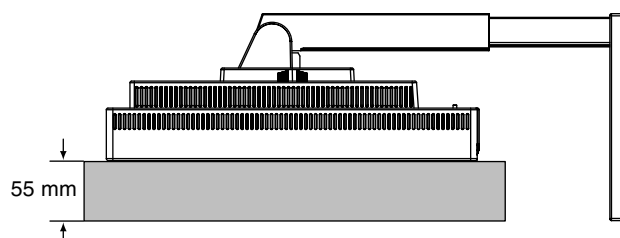

Figura S.1
3. Sistemare il monitor a faccia in giù su una superficie non abrasiva. Collocare lo schermo su una piattaforma di 55 mm (2,2 pollici) cosicché il supporto sia parallelo alla superficie. (**Figura S.1**)